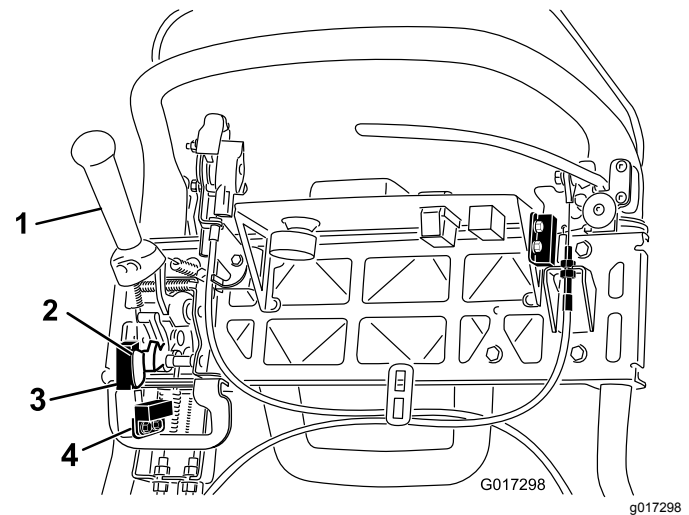

Bild 42
4. Lösen Sie die Befestigungsschrauben des Sicherheitsschalters (Bild 42).
5. Legen Sie eine 1,6 mm dicke Beilagscheibe zwischen den Fahrtriebshebel und den Sicherheitsschalter (Bild 42).
4. Lösen Sie die Befestigungsschrauben des Mähensors (Bild 42).
5. Legen Sie eine 1,6 mm dicke Beilagscheibe zwischen das Mähensorflag und den Mähensor (Bild 42).